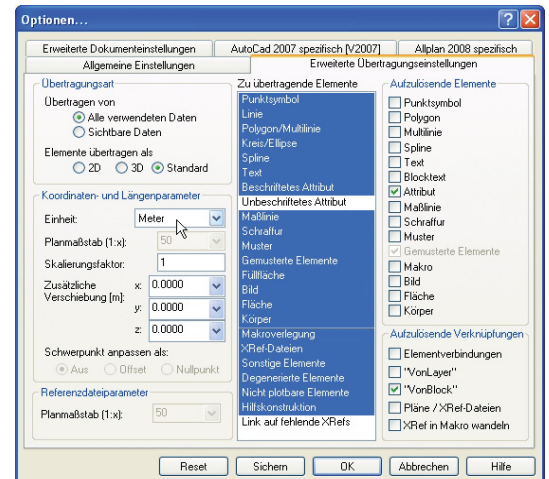

Abb. 7-33: Exportoptionen für AutoCAD-Dateien
- als AutoCAD-Datei mit allen gewünschten Details, unter Berücksichtigung der Layerstruktur und des Maßstabs (Abb. 7-33),